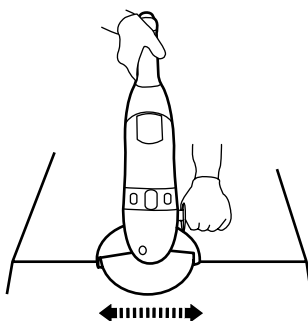

Fig. 19
- > Mueva el producto hacia delante y hacia atrás de forma constante (Fig. 19).